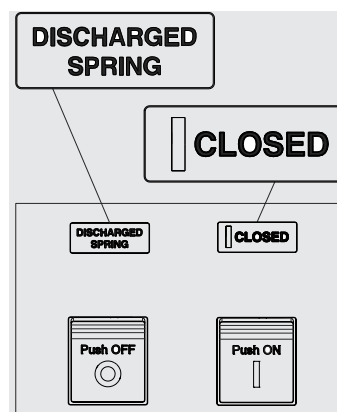

Figura 27
3. Interruttore chiuso con molle scariche (vedi Figura 27).